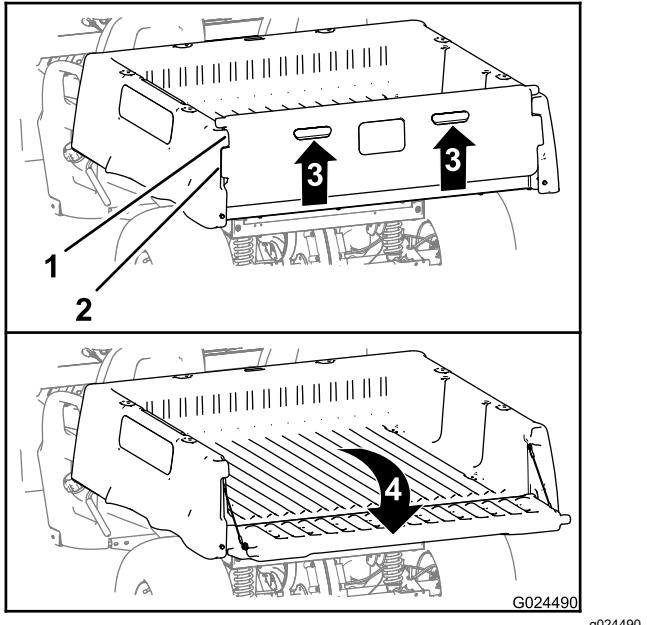

Figura 20
2. Tire hacia arriba del portón usando los tiradores del panel trasero (Figura 20).
3. Alinee las pestañas de bloqueo del portón trasero con los huecos situados entre las pestañas de la plataforma de carga (Figura 20).
4. Gire el portón trasero hacia atrás y hacia abajo (Figura 20).
6. Gire el portón hacia arriba y hacia adelante hasta que las pestañas de bloqueo del portón trasero estén enrasadas con el hueco de la plataforma de carga (Figura 20).
7. Baje el portón hasta que quede asentado en la parte trasera de la plataforma de carga (Figura 20).